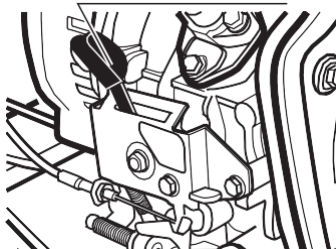

Рис. 18
двигателя в положение «Пуск» (рис. 18).
- На УГД-3000Е, УГД-4500Е, УГД-5300Е, УГД-6000Е, УГД-6000ЕК, УГД-6000ЕТ/4кВт, УГД-7500Е, УГД-7500ЕТ, УГД-8500Е, УГД-4000/180Е: Установите рычаг пуска/остановки двигателя в положение «Пуск» (рис. 18).